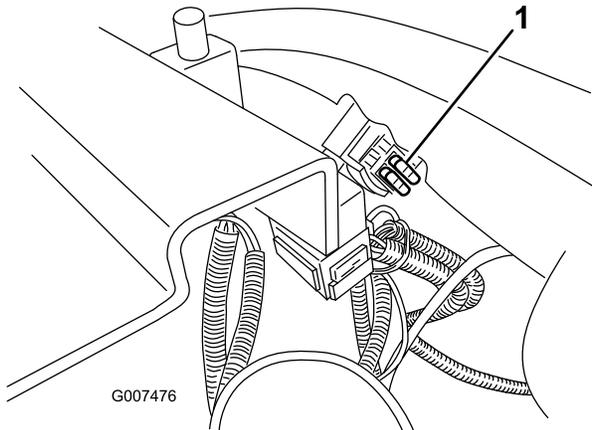

Bild 30
1. Ziehen Sie die Sicherung aus der Fassung heraus (Bild 30).